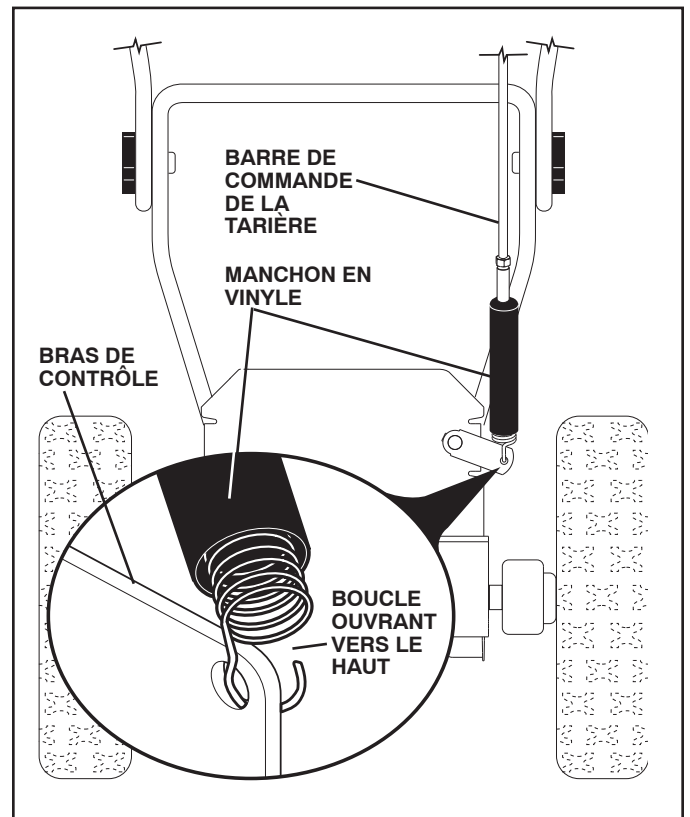

FIG. 5
INSTALLER LA BARRE DE COMMANDE DE LA TARIÈRE (Voir les Figs. 5 et 6)
2. Accrocher l'extrémité du ressort dans le bras de commande avec la boucle ouverte comme illustré. (Voir Fig. 5)